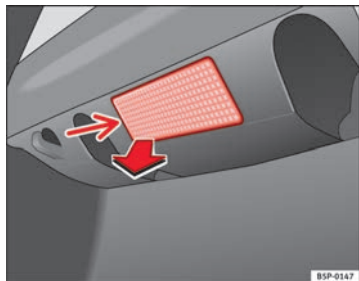

Abb. 170 Gepäckraum-
- Das Lampenglas der Glühlampe durch Druck mit einem Schraubendreher auf dessen Unterseite -Pfeil- abnehmen ⇒ Abb. 170.